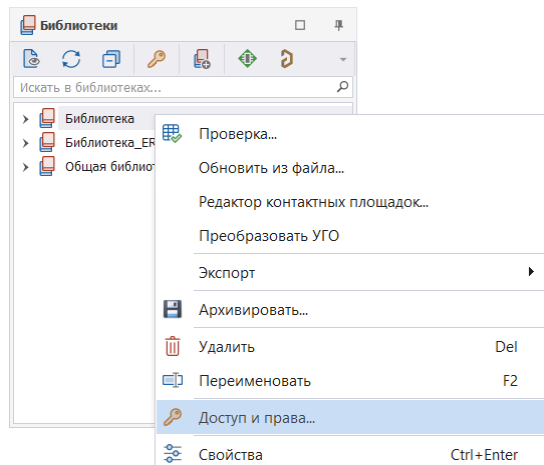

Рис. 17 Активация инструмента «Доступ и права»
1. Выбрать библиотеку, для которой необходимо настроить доступ и права других пользователей при совместном использовании выбранной библиотеки, см. Рис. 17.